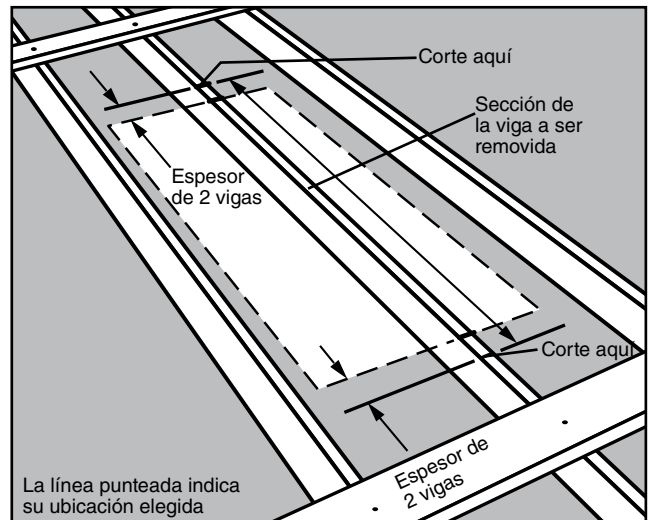
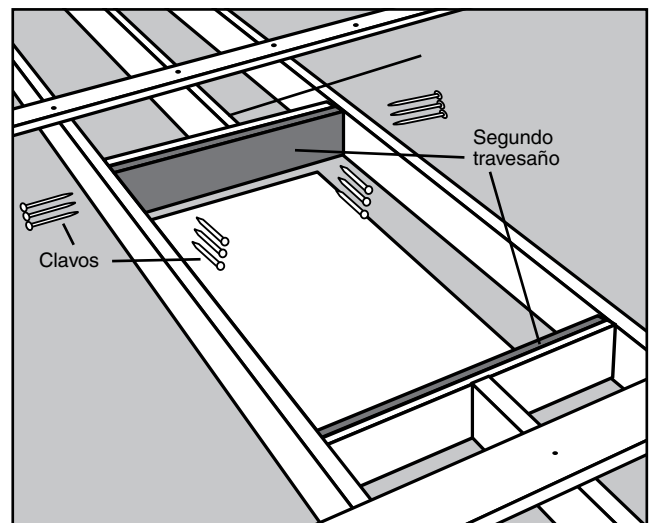

FIGURA 10
FIGURA 16
PASO 4. Determine dónde debe cortarse la viga(s). La Figura 10 muestra dónde marcar la viga(s) que atraviesa su ubicación elegida. Observe que la viga(s) debe marcarse detrás del borde de su ubicación a una distancia de 2 veces el espesor de la viga (usualmente 3 pulgadas). Esto deja espacio para colocar dos travesaños del tamaño de viga contra cada extremo de la viga(s) cortada, (Vea la Figura 16 en la página 29).
- PASO 6.** Coloque un segundo travesaño contra el primer travesaño y clávelo al primer travesaño con (3) clavos 16d entre cada viga (Vea la Figura 16).
- PASO 7.** Clave (3) clavos 16d a través de las vigas dentro de cada extremo del segundo travesaño (Vea la Figura 16).